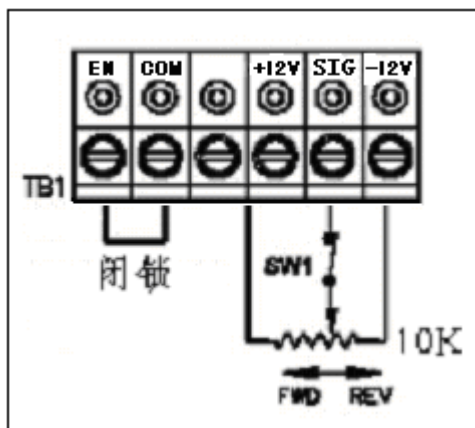

图 15
5.2 应用注解 (参见图 15):如果需要制动停机, 可以将一个触点与信号端“SIG”串联。制动时间等于正向时的REV ACCEL设置, 或者等于反向时的FWD ACCEL设置。